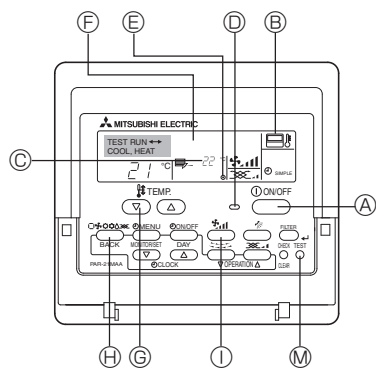

Fig. 9-2
9.2.2. Проводной пульт дистанционного управления (Fig. 9-2)
- ① Включите питание по крайней мере за 12 часов до начала пробного прогона.
- ② Дважды нажмите кнопку [TEST]. ➔ "TEST RUN" на ЖК-дисплее
- ③ Нажмите кнопку [Mode selection] (Выбор режима). ➔ Убедитесь, что выдув воздуха осуществляется.
- ④ Нажмите кнопку [Mode selection] (Выбор режима) и переключитесь на режим охлаждения (или обогрева). ➔ Убедитесь в том, что выдувается холодный (или теплый) воздух.
- ⑤ Нажмите кнопку [Fan speed] (Скорость воздушного потока). ➔ Убедитесь в том, что скорость воздушного потока переключилась.
- ⑥ Проверьте работу вентилятора наружного прибора.
- ⑦ Выключите пробный прогона нажатием кнопки [ON/OFF]. ➔ Стоп
- ⑧ Введите телефонный номер.